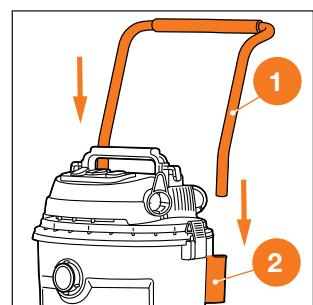

Рис. 13
7. На **DAVC 6025S** установите рукоятку ① в специальные отверстия ② на задней стороне корпуса пылесоса (Рис. 13).